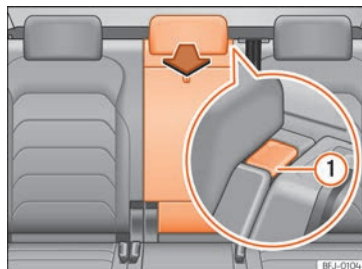

Fig. 165 Dans le dossier de la banquette arrière : ouverture de la trappe de chargement.
- Appuyez sur la touche de déverrouillage » » » fig. 165 ⓘ et rabattez la trappe vers l'avant » » » ⚠.